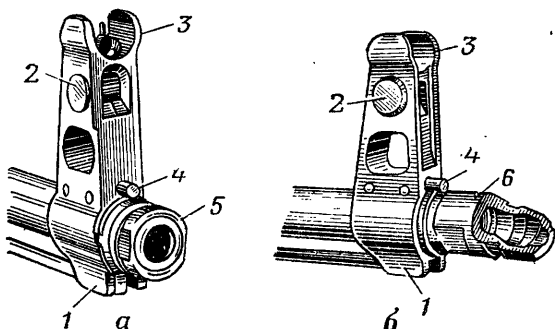

Рис. 26. Основание мушки:
**Компенсатор** (рис. 26) служит для повышения кучности боя при стрельбе очередями из неустойчивых положений (на ходу, стоя, с колена). Он имеет цилиндрическую часть для навинчивания компенсатора на ствол и выступ с косым срезом. Сзади на цилиндрической части имеется паз, в который заходит фиксатор, удерживая компенсатор на стволе в заданном положении. Внутри выступа сделана проточка, образующая компенсационную камеру и буртик. После вылета пули из канала ствола пороховые газы, попадая в компенсационную камеру, создают избыточное давление, которое отклоняет дульную часть автомата в сторону выступа (влево вниз). Снаружи на выступе имеется Т-образный паз для удержания крышки пенала при чистке ствола.
**Основание мушки** (рис. 26) имеет упор для шомпола и рукоятки штыка-ножа, отверстие для полозка мушки, предохранитель мушки и фиксатор с пружиной. Фиксатор удерживает от свинчивания со ствола втулку для стрельбы холостыми патронами, компенсатор и муфту ствола, а также крышку пенала от проворачивания при чистке канала ствола.